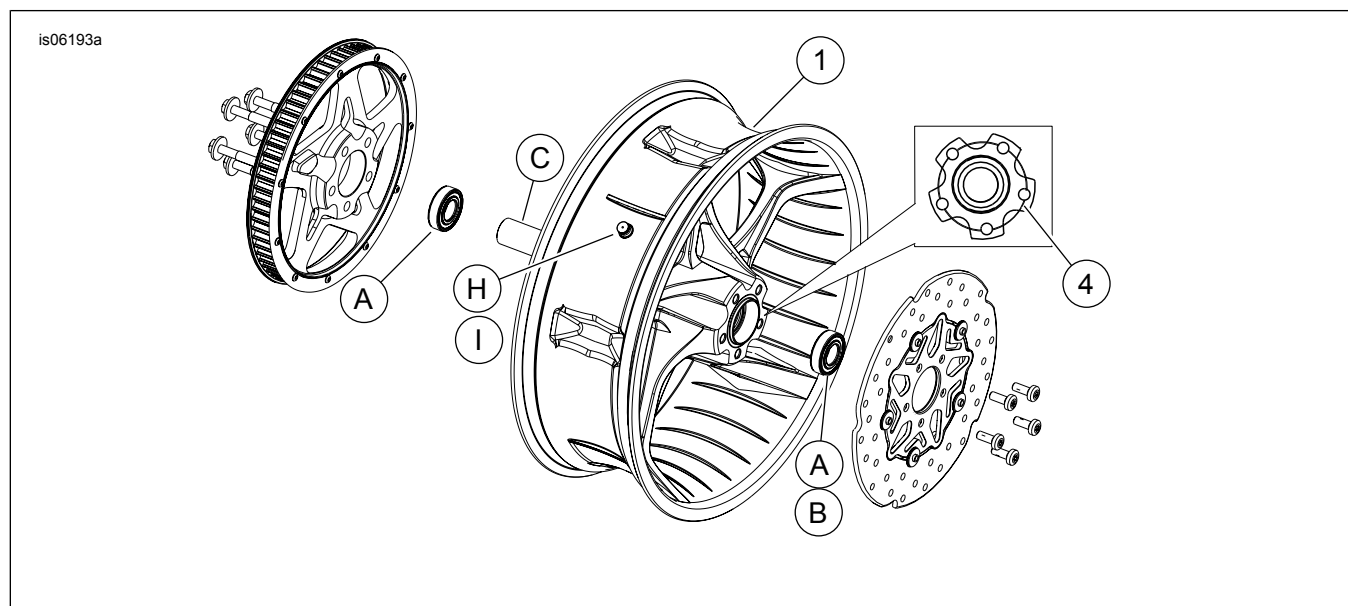

Figura 1. Piezas de servicio: Rueda trasera Stinger
Vea Figura 1 y Tabla 2.
- Vea Figura 1. Instale el conjunto del vástago de la válvula (H o I) en la rueda. Vea el manual de servicio.